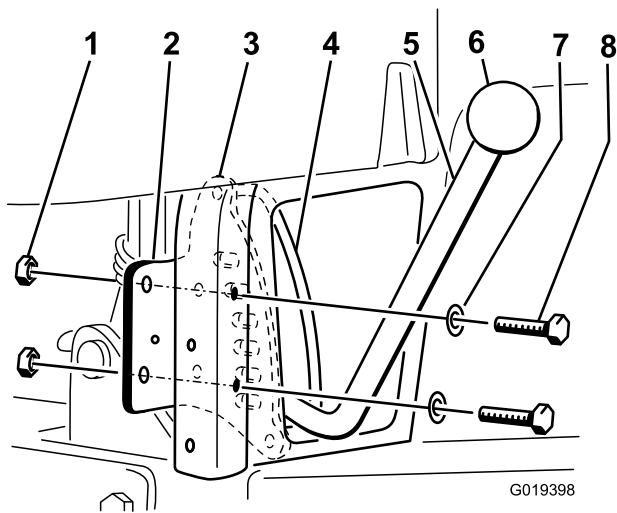

Bild 3
Hinweis: Der Griff sollte zwischen der Arretierungsplatte und der Griffführung durchgeführt werden (Bild 3).
7. Befestigen Sie die Arretierungsplatte mit zwei Schrauben (5/16" x 2-1/4"), zwei Scheiben und zwei Sicherungsmuttern (5/16") an der Rückseite des vertikalen Rahmenrohrs hinten rechts (verwenden Sie die in Schritt 4 entfernten Scheiben und Sicherungsmuttern). Positionieren Sie die Teile so, wie in Bild 3 abgebildet.
8. Drehen Sie das Handrad auf den Hubhebel (Bild 3).